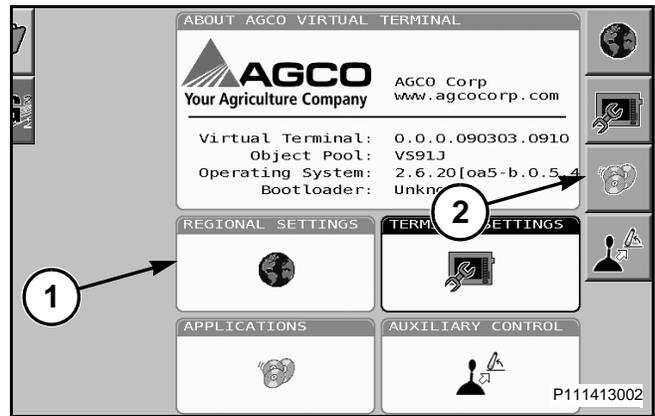

FIG. 73
FIG. 73: Para seleccionar los ajustes del terminal, desplácese hasta la casilla de ajustes del terminal (1) para resaltarla. Presione el botón de la rueda de selección para seleccionarlo o presione la tecla rígida situada junto al icono de ajustes del terminal (2).